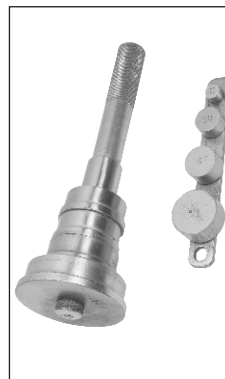

Fig. 1.20A
16. Bearing installer set - S131 050 0 (Fig. 1.20A)